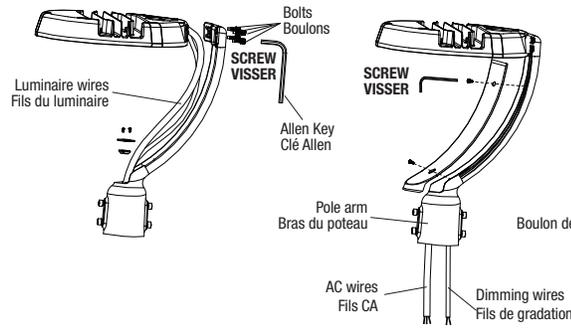

Fig. 2
2. Insert the input wires of the luminaire through the arm (Fig. 2).
2. Insérer les fils d'alimentation du luminaire à travers le bras (Fig. 2).